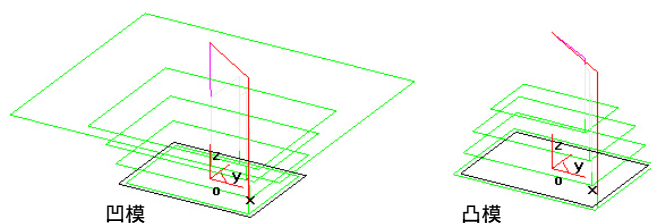

图 7-82 上方向(左)
- 【上方向(左)】: 加工领域为顺时针时，凹模形状做成逆铣轨迹。加工领域为逆时针时，凸模形状做成逆铣轨迹，如图 7-82 所示。